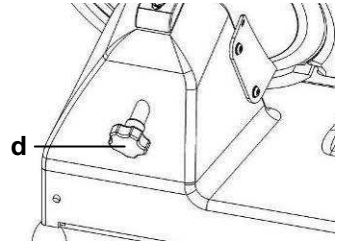

Abb. 9
- Afin de retirer le protège-lame (3), desserrer la molette (d) à l'arrière de l'appareil (fig. 9) et la pousser dans la direction de la lame.